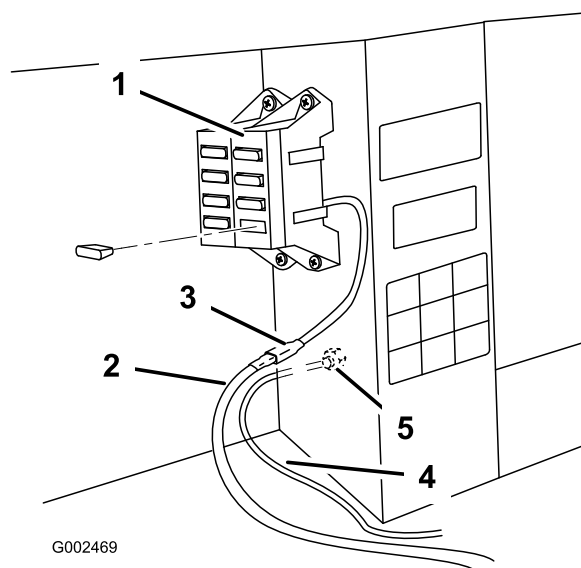

Figura 22
2. Collegate l'anello del filo nero alla vite di massa (Figura 22).